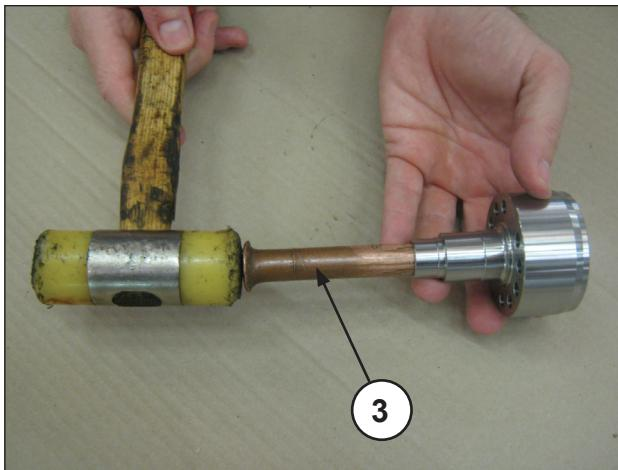

Fig. 116
- Col supporto guarnizioni HP separato e con una apposita spina (pos. ③ Fig. 116) fare fuoriuscire il pacco di H.P. (alta pressione) (pos. ④ Fig. 117), estrarre infine l'anello di testa (Fig. 118).